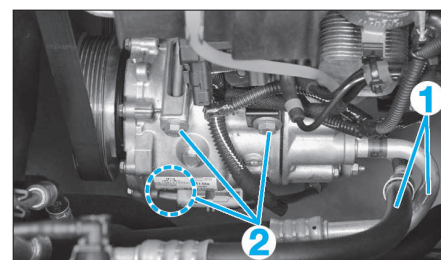

FIG. 21
- Déposer les raccords (1) des conduites de réfrigérant du compresseur (2) et obturer les orifices (fig. 21).